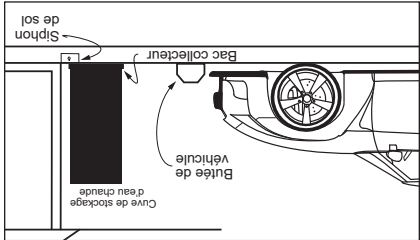

Figure 8 - Dans un garage, prévoir une butée de véhicule pour éviter d'endommager la cuve de stockage d'eau chaude.
**5** L'emplacement n'est pas propice à des dommages physiques causés par des véhicules, inondations ou autres risques (Figure 8).
**AVERTISSEMENT!** Même si la cuve de stockage d'eau chaude est fournie avec un mitigeur thermostatique à installer sur la cuve, l'eau chaude peut brûler la peau. Installer des mitigeurs thermostatiques à chaque point d'utilisation pour réduire le risque de brûlure (voir page 4 et Figure 8).